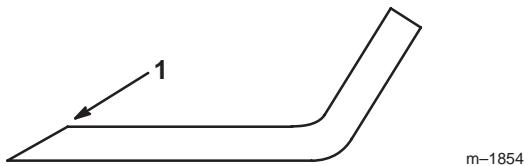

Figure 32
1. Au moyen d'une lime, aiguisez les tranchants aux deux extrémités de la lame (Fig. 32) en veillant à conserver l'angle d'origine. Limez la même quantité de métal sur chacun des deux tranchants pour ne pas déséquilibrer la lame.